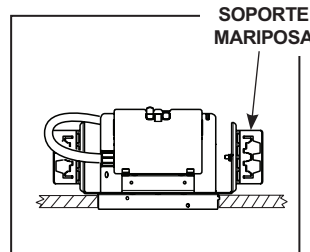

Figura 2
Paso 1. Instale la carcasa en el agujero del techo insertando EMT de 1/2", 3/4" o Canal-C de 1-1/2", barras lineales planas o colgantes de barra Real Nail 3 en los soportes de montaje de tipo mariposa (Figura 2).